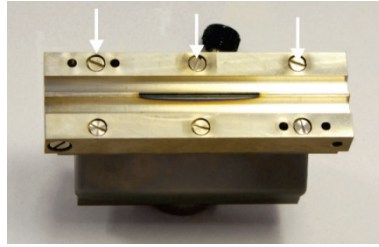

Bild 45 Schrauben an vorderer Brennerbacke
1. Schrauben aus der vorderen Brennerbacke (Pfeile in Bild 45) herausdrehen (auf der Seite der vorderen Brennerbacke befindet sich auch die Schraube zur Befestigung des Brenners auf dem Stutzen der Mischkammer).